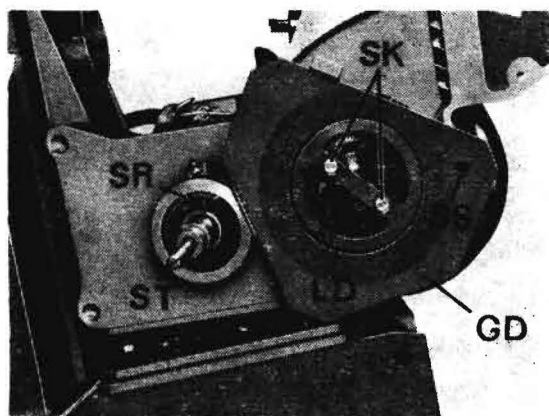

Bild 6/3
10. Beilage (BE) (Bild 6/5) abziehen